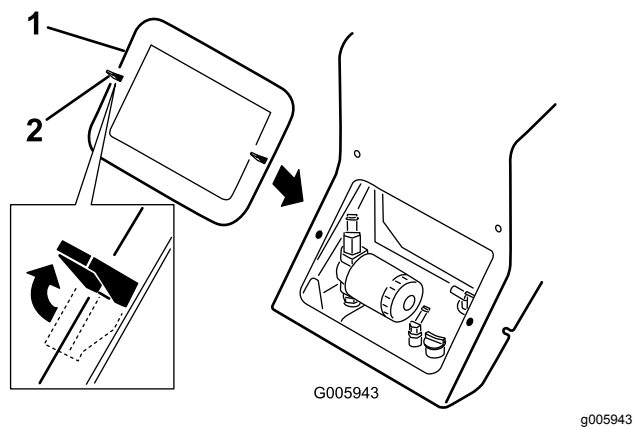

Figure 22
4. Desserrez les 2 languettes de blocage (Figure 22), languette supérieure gauche illustrée).